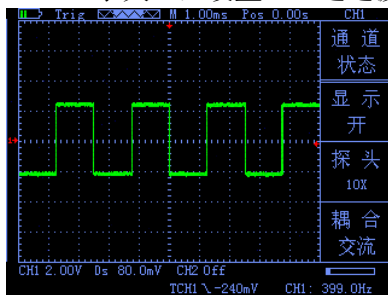

图 2-7
- 按“CH1” → “显示开”，设置 CH1 通道显示波形。如图 2-7